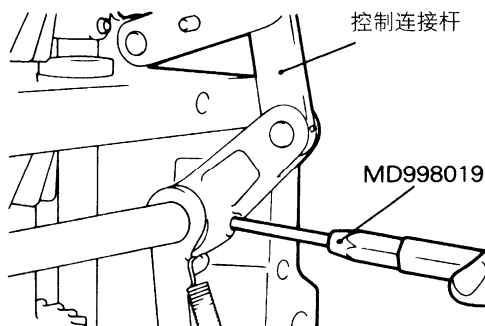

图 3-41 拆卸锁销
(4) 拆卸锁销时，用专用工具按图 3-41 所示从背后拆下锁销。